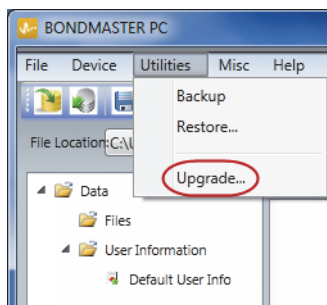

图 7-7 功用菜单
5. 在 BondMaster PC 软件的 **Utilities**（功用）菜单中，选择 **Upgrade**（升级）（参见第 175 页的图 7-7）。